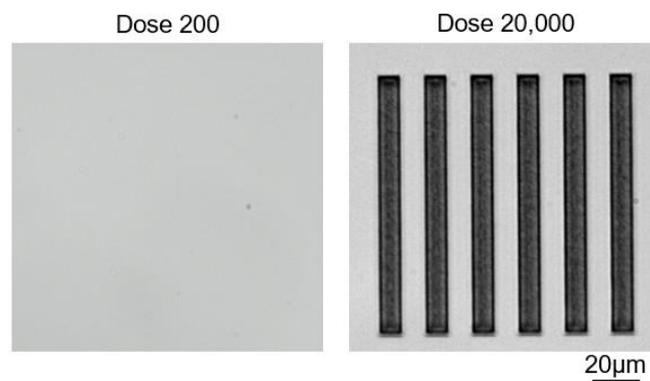

Fig. 1 Pictures of patterns by different Dose condition.
(1) メーカーの手順書には、SU-8 の Dose 量は、150-330 mJ/cm² となっていたが、パターンは形成されなかった。マスクレス露光装置の波長(405 nm)は、レジストの吸光度が低いことが原因と考え、Dose 量を20,000-30,000 mJ/cm² に上げてみた。設計通り 20 μm の周期パターンが作製できた。光学顕微鏡の画像を Fig. 1 に示す。
(2) パターンの厚みは、10 μm になる設計であったが、実際できた厚さは 2-3 μm と薄かった。スピナーの条件出しが必要である。